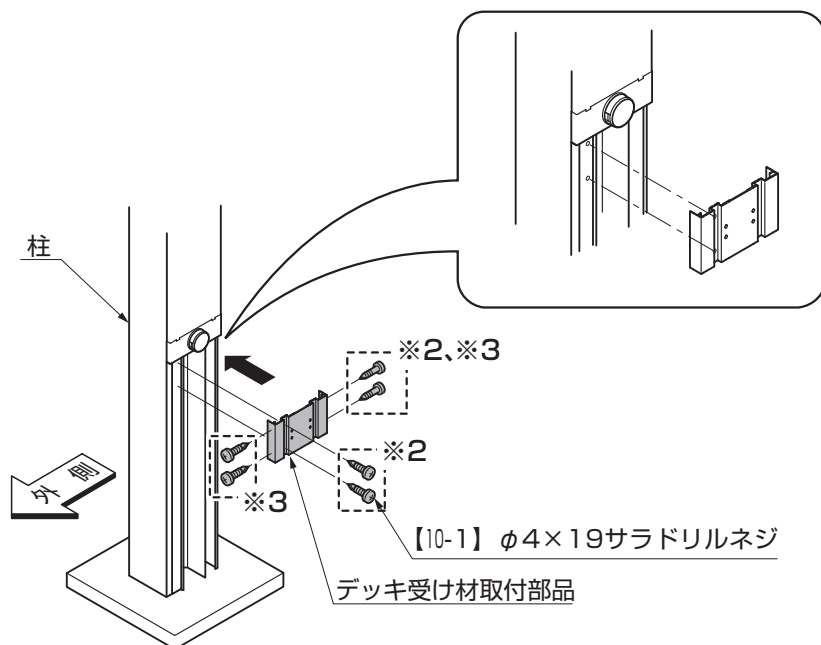

図2-16 主柱、中間柱、連棟柱の場合
- 柱にデッキ納め柱部材を取付ける際「主柱の場合」は※2の箇所、「中間柱・連棟柱の場合」は※3の箇所に【10-1】で取付けてください。(図2-16参照)